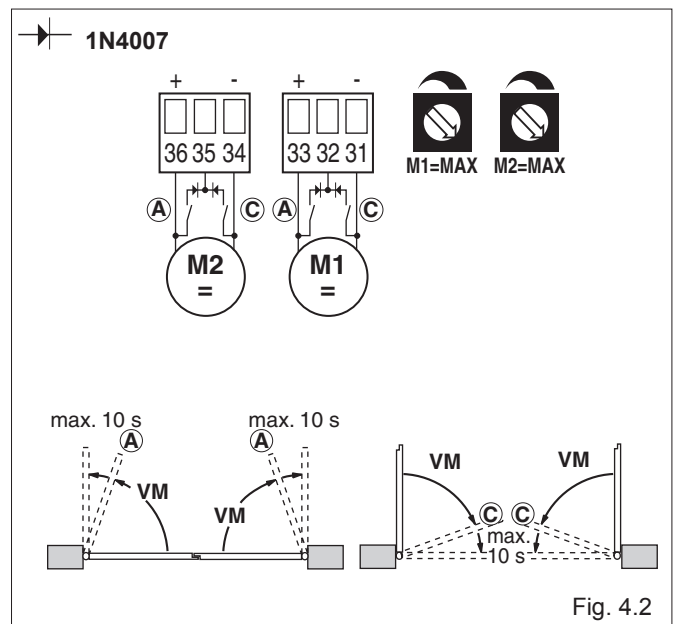

Fig. 4.2
- (Fig. 4.2) **Utilisation avec fin de course de ralentissement**